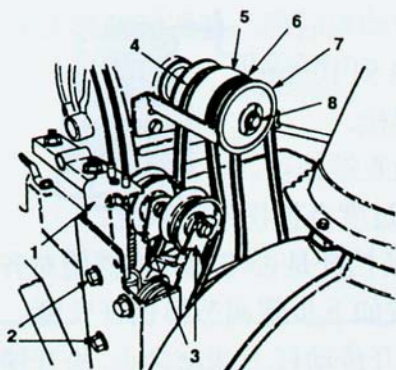

图 30
如叶轮驱动带或行进驱动带发生磨损，浸油等情况，则需更换。(图 30)
4. 旋下连接张紧轮和发动机的两个螺栓, 取下张紧轮总成。(图 30)
5. 取下固定半滑轮和滑轮总成前部处的螺钉和垫片。(图 30)
6. 从曲轴上, 移下半滑轮和叶轮驱动带并取下叶轮驱动带。(图 30)
7. 如还需更换动力驱动带, 则还需将滑轮中间部分和皮带从曲轴上取下并取下叶轮驱动带。(图 30)
(图 30)
10. 安皮带于张紧轮上。(图 30)
11. 安叶轮驱动带于半滑轮上, 再滑半滑轮于曲轴上。(图 30)